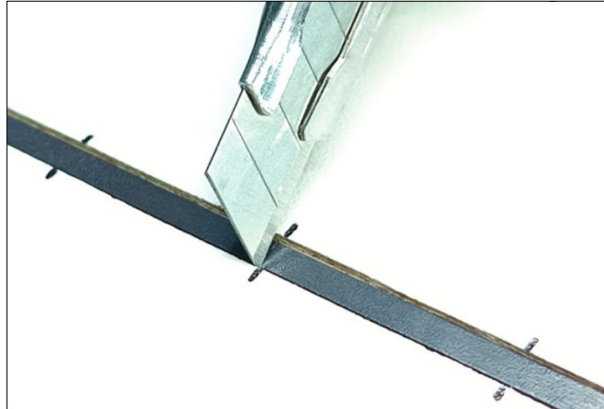

Abbildung 80: Magnetband auftrennen
- Trennen Sie das Magnetband an der mittleren Markierung mit z. B. einem Cuttermesser (Abbildung 80: Magnetband auftrennen).